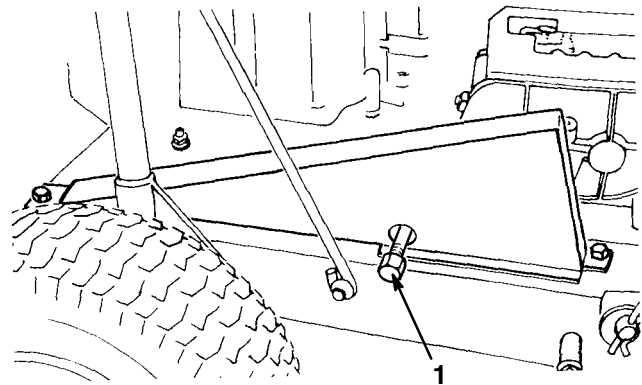

Figure 13
4. Placez un bac de vidange sous l'orifice de vidange (Fig. 13). Enlevez le bouchon de vidange et laissez l'huile s'écouler dans le bac de vidange. Quand toute l'huile s'est écoulée, replacez le bouchon de vidange.